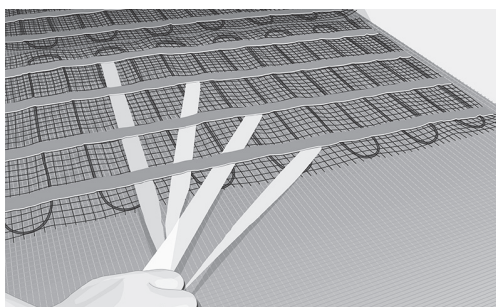

Fig. 8. Fjern bagsiden af tapen, og fastgør måttebanerne
12. Når måtten/måtterne er placeret i overensstemmelse med tegningen og godt tilpasset gulvfladen, skal måttebanerne fastgøres til gulvet ved at fjerne bagsiden af den dobbeltklæbende tape og trykke tapen ned. Fortsætte proceduren, indtil hele måtten er fastgjort (fig. 8).